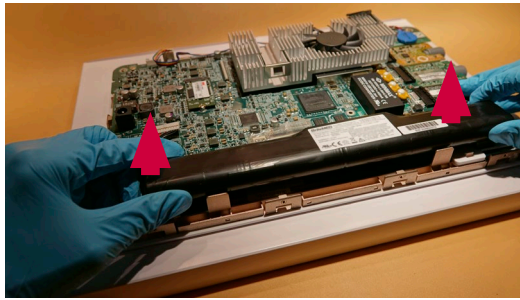

Abbildung 14 Entfernen des Akkus
- a) **Ziehen Sie den Akku von der Hauptplatine der Visualisierungseinheit ab (Abbildung 14)**